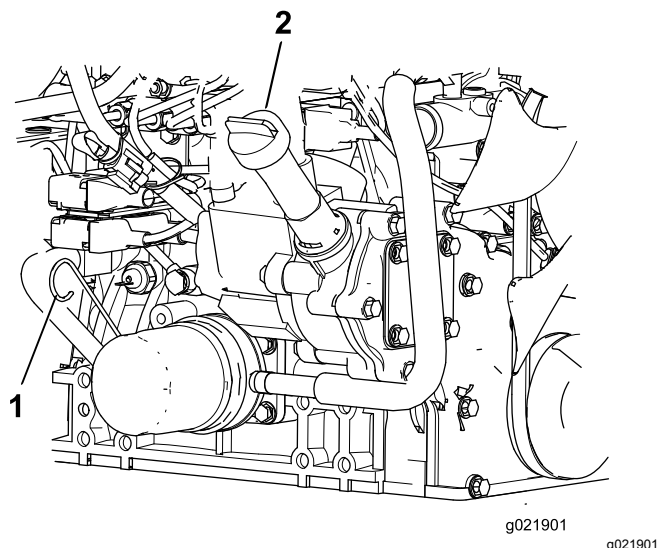

図 72
3. ディップスティックを抜き取り、付いているオイルをウェスで拭き、もう一度一杯に差し込んで抜きとる。FULL マークと ADD 図 72 マークの間にあればよい。
4. オイルの量が少ない場合は、補給キャップを取り、FULL と ADD の間の位置までオイルを補給する 図 72。